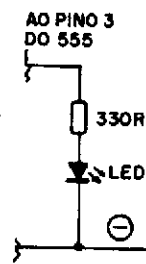

Fig. 1
- FIG. 1 - Recordando, um OHMÍMETRO é um instrumento de medição "diferente" (com relação ao AMPERÍMETRO e ao VOLTÍMETRO...) por uma razão básica: para medir, ele "fornece" Tensão e Corrente ao componente, condutor, seção de circuito,
etc., sob avaliação, através das suas pontas de prova! Conforme já vimos nas "Aulas" anteriores, o OHMÍMETRO analógico básico é formado, além do galvanômetro, de pelo menos um resistor fixo, limitador (R), um potenciômetro de "ajuste de zero" (P) e, forçosamente, de uma mini-fonte interna de energia, a bateria (B) ou pilhas... É importante notar que nos MULTÍMETROS analógicos, pela própria disposição e chaveamentos internos realizados para as várias funções, ocorre um fenômeno um tanto "chato" (e que costuma "embananar" a cabeça dos principiantes): a POLARIDADE das pontas de prova, quando na função OHMÍMETRO, fica INVERTIDA (com relação à polaridade "normal", assumida pelo instrumento nas funções de medir Corrente e/ou Tensão...)! Notem, então (e lembrem-se disso SEMPRE...) que o "velho" e universal código de atribuir a cor VERMELHA para a ponta de prova POSITIVA e a cor PRETA para a ponta NEGATIVA, deve - nos multímetros analógicos chaveados para ohmímetros - ser interpretado AO CONTRÁRIO! Chato, mas inevitável... Então, na função OHMÍMETRO, a ponta de prova PRETA corresponderá ao POSITIVO e a ponta VERMELHA será o NEGATIVO (ver fig. 1-A). Podemos (pelo menos durante as explicações que vão se seguir...) simplificar isso diagramando o ohmímetro como um simples símbolo de instrumento,
sempre com a polaridade dos terminais indicada (o triângulinho vazado corresponde à ponta vermelha e o negro à ponta - obviamente - preta...), conforme a fig. 1-B. Vamos, agora, ver como podemos "aproveitar" essa presença da Tensão nas pontas de prova de um OHMÍMETRO para uma avaliação funcional básica de muitos dos componentes...
- FIG. 1 - Diagrama esquemático do circuito. O "Aluno" aplicado, nessas alturas do "Curso", já terá amplamente as técnicas e "manhas" da leitura e interpretação de "esquemas"... Surge, porém, um novo tipo de representação simbólica, estilizada, que é a referente aos Integrados... Vocês devem, desde já, ir se familiarizando com as "normas", mais ou menos "universais", de representação dos Integrados (Digitais, Lineares, Híbridos, etc.), enquanto "blocos circuitais" complexos, aos quais temos acesso via conjunto de pinos ou "pernas" externos... Na grande maioria dos esquemas que embutem Integrados, estes são representados da maneira que mais simplifique o desenho
(e também da forma que - na opinião do desenhista - possa mais facilmente ser "entendida" por quem observar o diagrama...). Dessa maneira, embora existam "normas gerais", o detalhamento da representação não é "universal", dependendo muito de "onde" o dito Integrado está "metido", e também de "quantos e quais" blocos internos o citado Integrado apresenta, a nível funcional, no circuito em questão! O Leitor/"Aluno" atento, logo verificará (no decorrer das próximas "Aulas"... ) - por exemplo - que o mesmo Integrado 555 representado no esquema da fig. 1, poderá aparecer (em outras montagens...) com outras "ordens" de pinagem (e isso ocorrerá sempre que for
conveniente para "descomplicar" o desenho/interpretação do esquema...). Outra coisa que o Leitor logo notará (o diagrama da fig. 1 é um exemplo...) é que os eventuais pinos não utilizados na montagem especificamente representada, normalmente não são indicados nos esquemas! Embora o Integrado 555 apresente 8 pinos, na fig. 1 apenas 7 deles são "citados" (especificamente o pino 5, como não é utilizado, encontra-se "ignorado" no esquema...). Quanto à função do circuito, em si, trata-se de um sensível detetor de toque ou mesmo proximidade (pode ser acionado pela simples "aproximação" da mão de uma pessoa!), que dispara um alarme sonoro, temporizado (aproximadamente 5 segundos, com os valores indicados para os componentes...), forte e nítido, admitindo - portanto - inúmeras aplicações práticas, desde em simples demonstrações circuitais, atividades de "Feiras de Ciências", até em utilizações "sérias" as mais diversas. A alimentação situa-se em 6 volts CC (na verdade, qualquer Tensão entre 5 e 15V poderá ser usada!), proveniente de pilhas, sob consumo muito baixo (cerca de 5 mA em stand by e talvez o dobro disso durante o acionamento...). O sensor de toque ou proximidade é feito a partir de uma simples placa metálica, medindo no mínimo 5 x 5 cm. (não obrigatoriamente quadrada, mas - de preferência - guardando uma área equivalente, qualquer que seja a